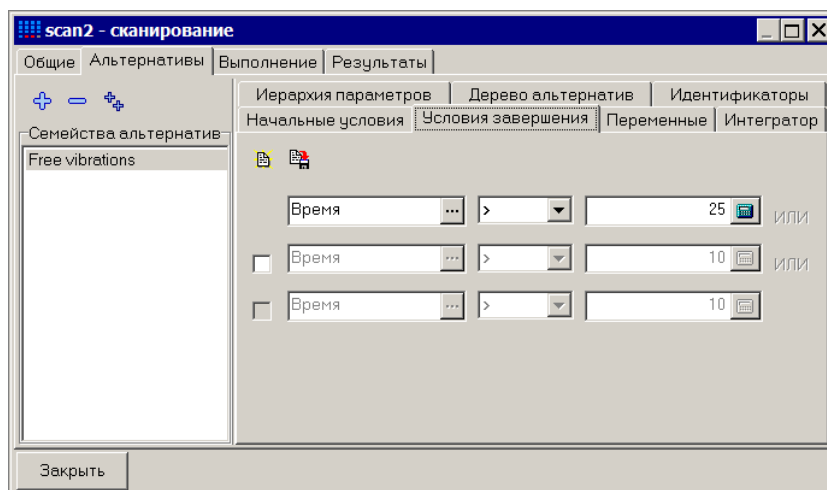

Рис. 2.7. Настройка условий завершения
1. Перейдите на закладку **Условия завершения**. Увеличьте время моделирования каждого эксперимента до **25** секунд, см. рис. 2.7.